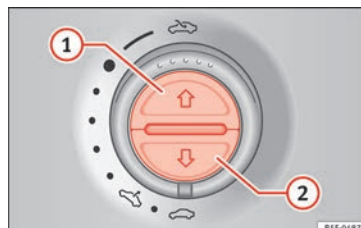

Fig. 98 En el revestimiento interior del techo: teclas de la cortinilla parasol.
Abrir completamente (función automática)	Pulse la tecla » fig. 98 1 brevemente.
- *Cortinilla parasol:* Durante los 5 segundos siguientes tras dispararse la función antiaprisionamiento, pulse la tecla » **fig. 98**  hasta que la cortinilla quede completamente cerrada.